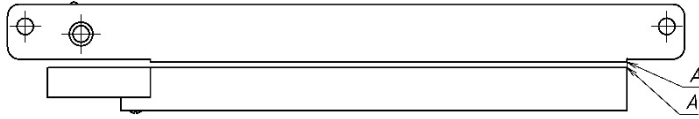

Рисунок 3
**ВНИМАНИЕ! При монтаже замка правильное положение якоря относительно корпуса обеспечивается при совмещении кромок А (рисунок 3).**